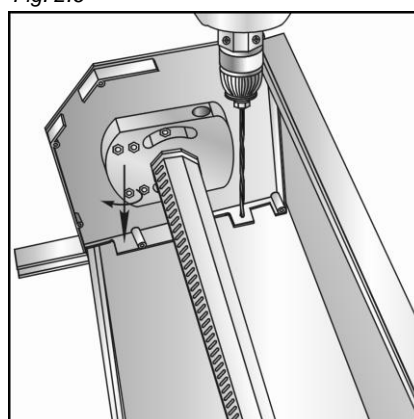
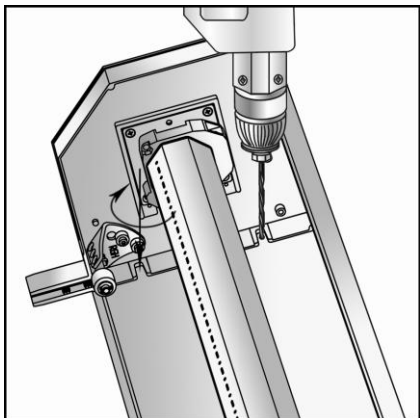

Fig. 2.8
Fig. 2.9
- en cas de pose en façade percez deux trous dans les bords repliés arrière de chaque couvercle (fig.2.8). S'il y a des trous dans la face arrière du couvercle, utilisez ceux-ci lors du montage (fig. 2.9) ;